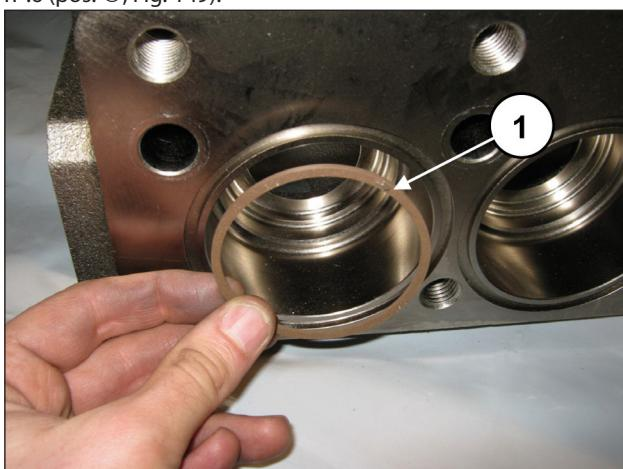

Fig. 149
Na aspiração, insira o anel de anti-extrusão, pos. de explosão nº.6 (pos. ①, Fig. 149).